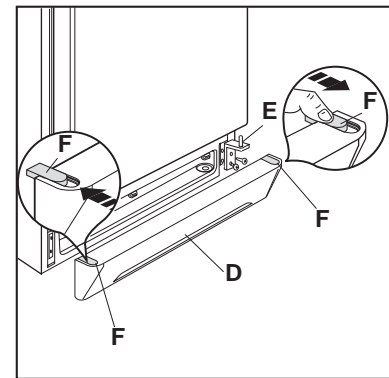
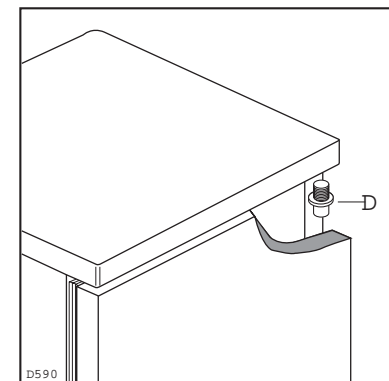

Abb.1
Abb.2
- Entlüftungsgitter (D) abnehmen.(Abb.1)
- Unteres Scharnier (E) abschrauben.
- Tür vom oberen Stift (D) abnehmen.(Abb.2)